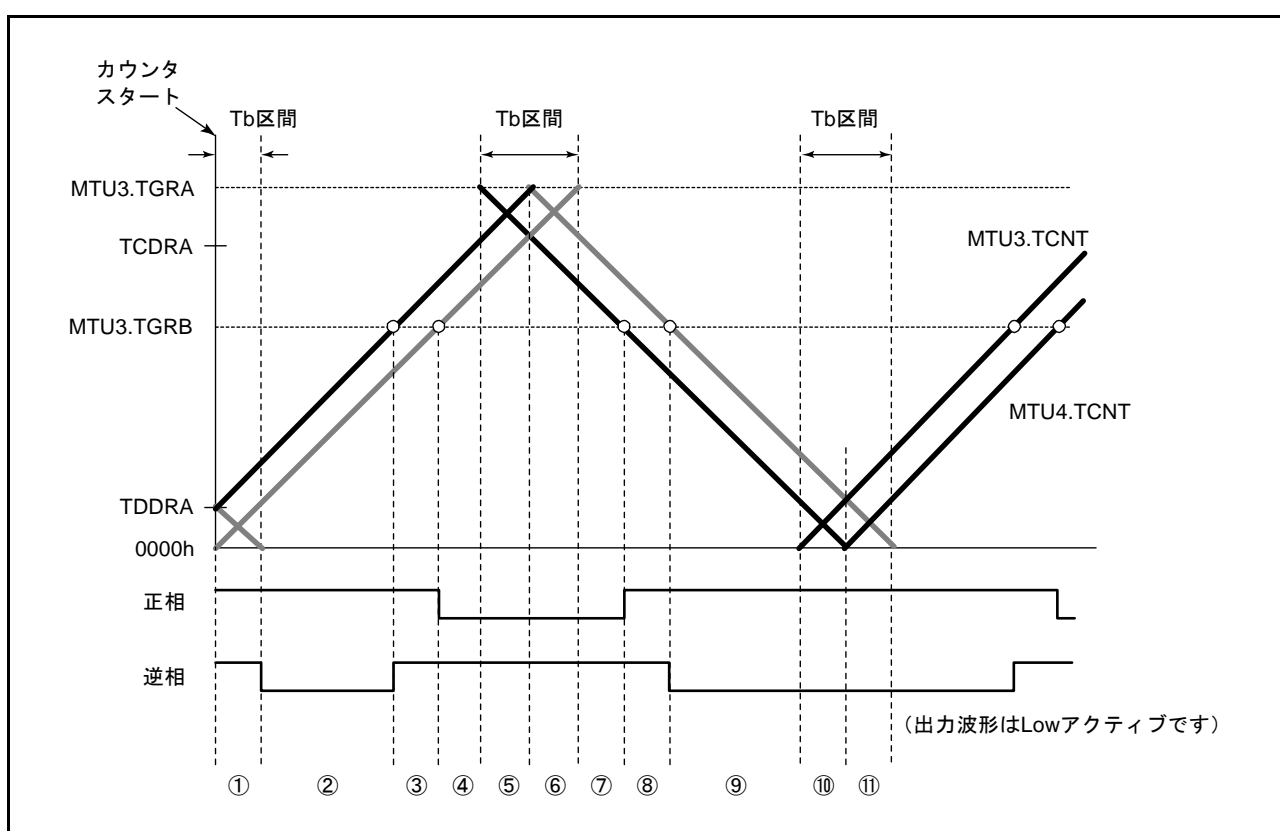
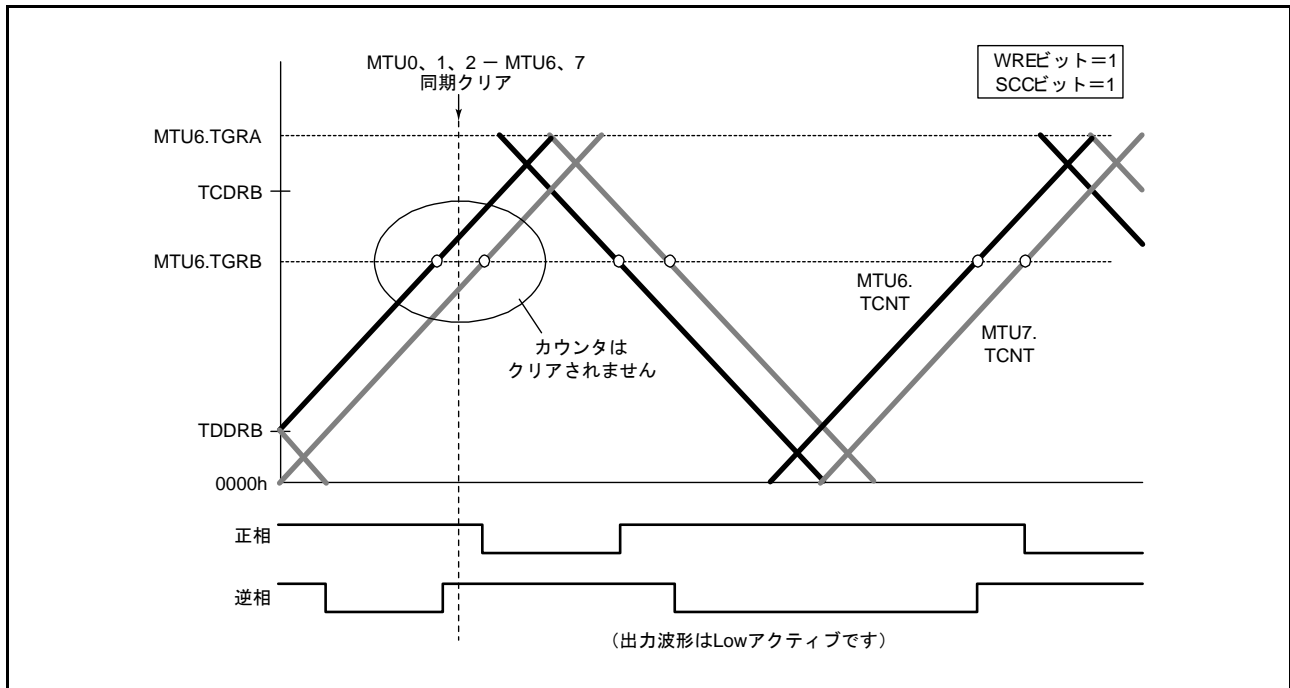
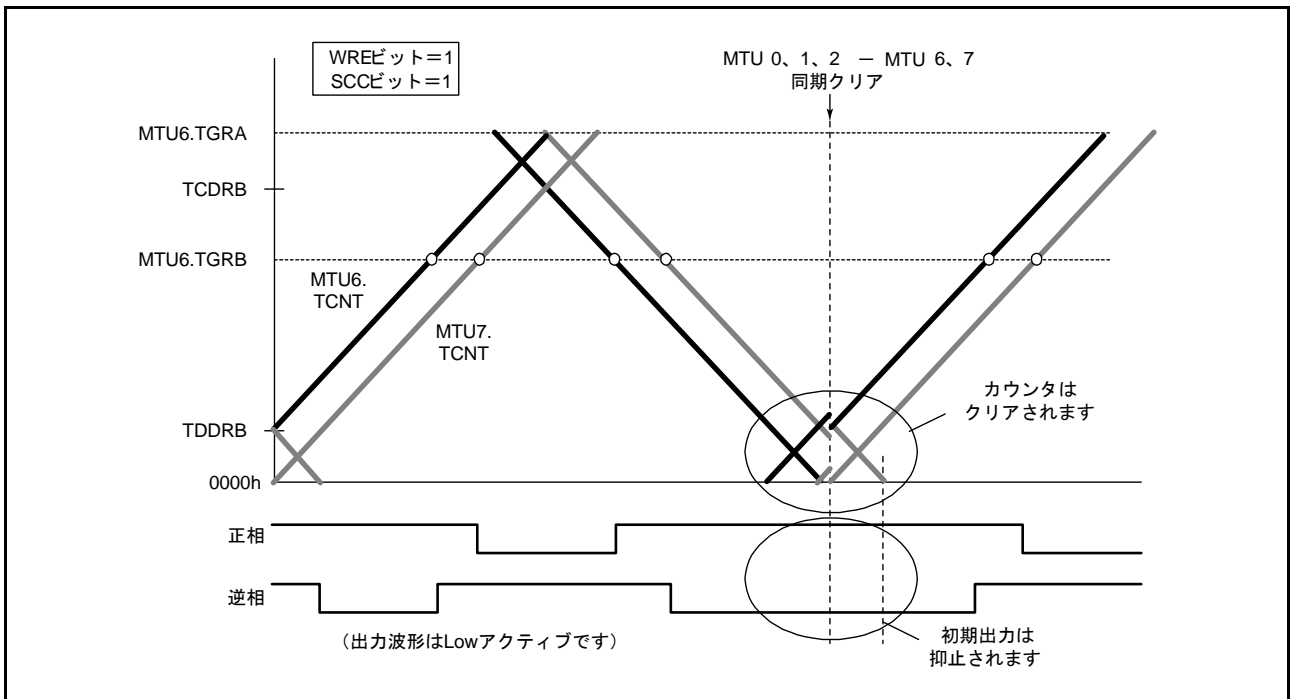

図 16.57 同期カウンタクリアタイミング (MTU3、4)
図 16.65 アップカウント中のデッドタイム時に同期クリアが発生した場合 (図 16.57のタイミング③、MTU6、7のTWCRBレジスタのWREビット = 1、SCCビット = 1)
図 16.68 谷の Tb 区間で同期クリアが発生した場合 (図 16.57 のタイミング⑩、MTU6、7 の TWCRB レジスタの WRE ビット = 1、SCC ビット = 1)
WRE ビットを“1”にすることで初期出力を抑止することができるのは、同期クリアが図 16.57 の⑩、⑪のような谷の Tb 区間に入ってきたときのみです。それ以外のタイミングで同期クリアが起こった場合は、TOCR1A (TOCR1B) レジスタの OLS ビットで設定した初期値が出力されます。また、谷の Tb 区間であっても、図 16.57 の①で示すカウンタスタート直後の初期出力期間で同期クリアが起こった場合には、初期出力の抑止は行いません。
(図 16.57 のタイミング⑥、TWCRA レジスタの WRE ビット= 1)
(図 16.57 のタイミング⑧、TWCRA レジスタの WRE ビット= 1)
(図 16.57 のタイミング①、TWCRA レジスタの WRE ビット= 1)
図 16.65 ~ 図 16.68 に、MTU6、7のTWCRBのSCCビットを“1”にしてMTU6、7を相補PWM動作をさせ、MTU0、1、2 – MTU6、7カウンタ同期クリア抑止機能を有効にした場合の動作例を示します。ここで、図 16.65 ~ 図 16.68の同期カウンタクリアのタイミングは、それぞれ図 16.57の③、⑥、⑧、⑪で示したタイミングです。また、この例ではMTU6、7のTWCRB.WREビットは“1”にしています。